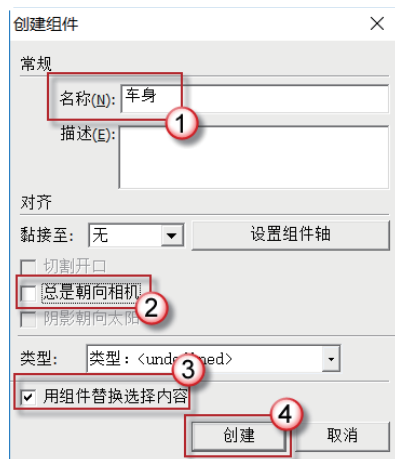

图 2.2 创建组件
(2) 创建组件。双击已完成的矩形，选中矩形面及相邻边线，再右击矩形，在弹出的快捷菜单中选择“创建组件”命令，弹出“创建组件”对话框。在“名称”栏中输入“车身”字样，取消“总是朝向相机”复选框的勾选，勾选“用组件替换选择内容”复选框，单击“创建”按钮完成组件的创建，如图 2.2 所示。